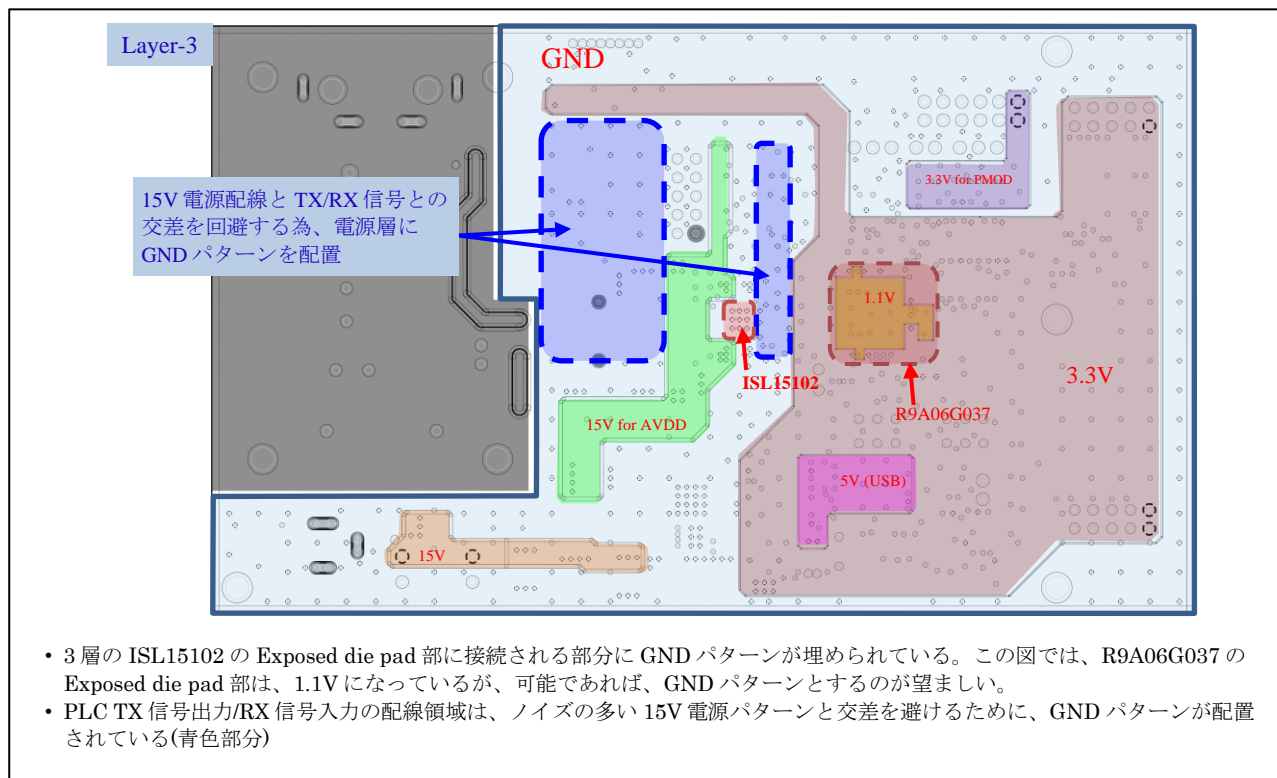

Figure 2-14 R9A06G037 と ISL15102 の Exposed die pad と GND パターンの接続例 (3 層)
- 3 層の電源層では、R9A06G037, ISL15102 の Exposed die pad と接続される via hole 部分及び、TX 出力/RX 入力の信号配線及びその部品と重なる領域は、極力 GND パターンを配置してください。(3 層の接続例を Figure 2-14 に示します)